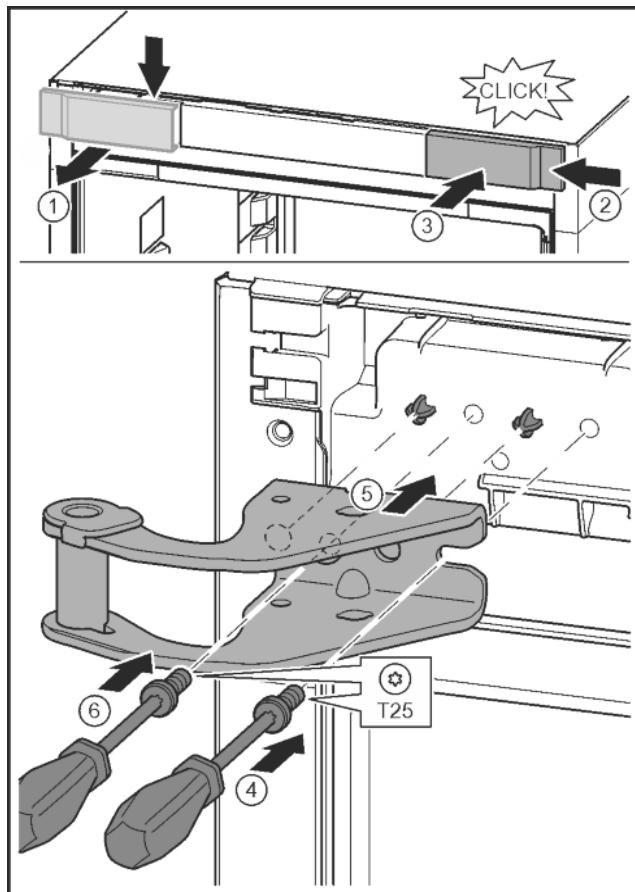

Fig. 16
- ▶ Развийте капака и го свалете настрани. Fig. 16 (1)
- ▶ Закачете капака, завъртън на 180°, от другата страна отляво. Fig. 16 (2)
- ▶ Фиксирайте капака. Fig. 16 (3)
- ▶ С отвертка T25 поставете винта. Fig. 16 (4)
- ▶ Поставете горната лагерна стойка. Fig. 16 (5)
- ▶ Затегнете винта. Fig. 16 (4)
- ▶ С отвертка T25 поставете винта и го затегнете. Fig. 16 (6)